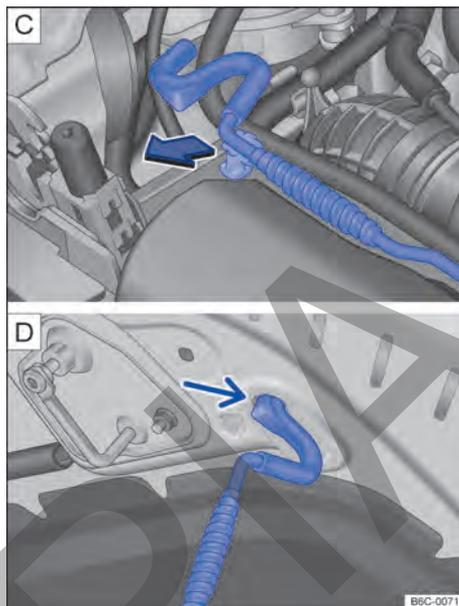

Fig. 201 [C] Varilla de sujeción de la tapa del compartimento del motor. [D] Tapa del compartimento del motor apoyada en la varilla de sujeción.
- Retirar la varilla de sujeción del soporte en el sentido de la flecha → fig. 201 [C] y colocarla en la abertura de la tapa del compartimento del motor → fig. 201 [D]. ▶
- Retirar la varilla de sujeción del orificio → fig. 201 y encajarla en el soporte del cierre → fig. 201 .